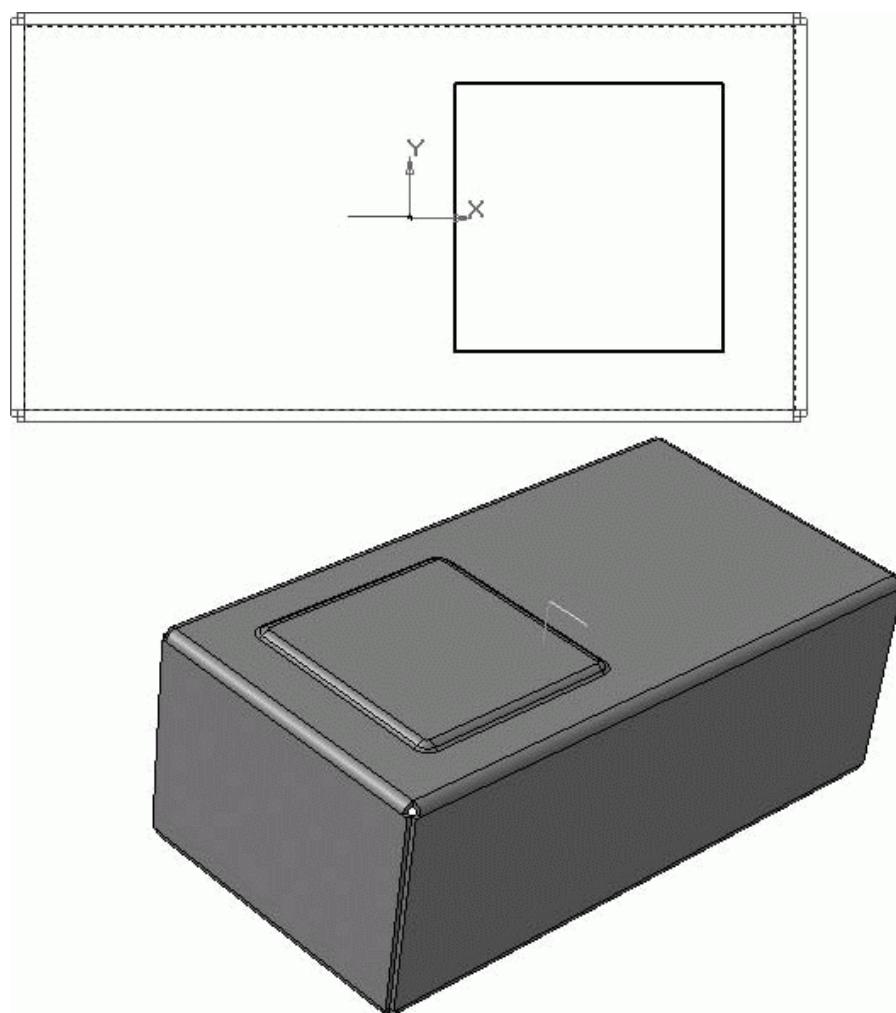

Рис. 3.158. Эскиз (*сверху*) и результат выполнения операции Закрытая штамповка (*снизу*)
11. Создайте очередной эскиз на внешней плоской грани нижней стенки корпуса (эта грань совпадает с плоскостью XY, с нее мы начинали построение детали). В эскизе постройте обычный прямоугольник и разместите его так, как показано на рис. 3.158, сверху. Повторюсь, размеры, как и точное положение данного эскиза, нам сейчас совсем не важны. Завершив построение изображения в эскизе, вызовите команду Закрытая штамповка. На панели свойств установите следующие значения параметров:
Создайте операцию (рис. 3.158, *снизу*).